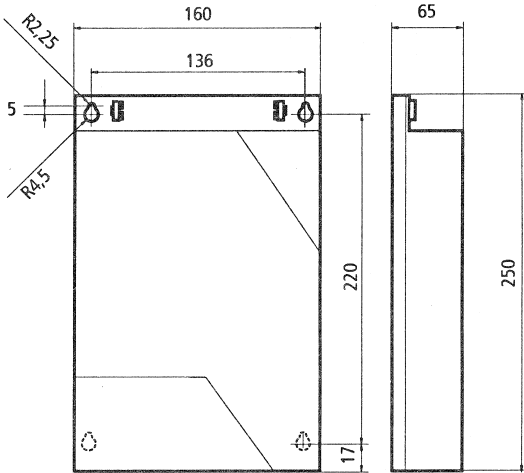

fig.1
F Boîtier du détecteur Flair (Fig.1)
E Flair detector box (Fig.1)
SP Caja del indicador de fallas Flair (Fig.1)
- Pousser les pattes vers l'extérieur (A) tout en séparant le socle du capot (B).
- Fixer le socle à l'aide de vis - position des trous de fixation définie en fig.1 p.3